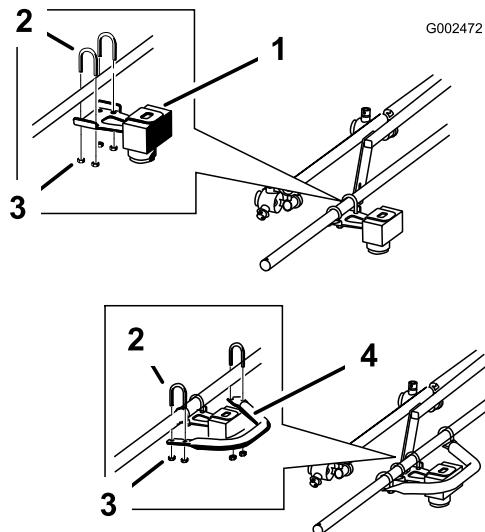

Figure 5
2. Avec 2 étriers filetés, 4 rondelles (5/16 pouce) et 4 contre-écrous (1/4 pouce), fixez légèrement le capteur ultrasonique droit au tuyau de rampe droite, à mi-chemin entre la dernière buse et le support vertical (Figure 5).
4. Placez le tube de protection autour du capteur ultrasonique, le côté incliné face à l'intérieur, vers le véhicule. Fixez légèrement le tube de protection sur la rampe (Figure 5) à l'aide de 2 étriers filetés, 4 rondelles (5/16 pouce) et 4 contre-écrous (1/4 pouce). Ne serrez pas complètement les fixations à ce stade pour permettre un ajustement ultérieur.